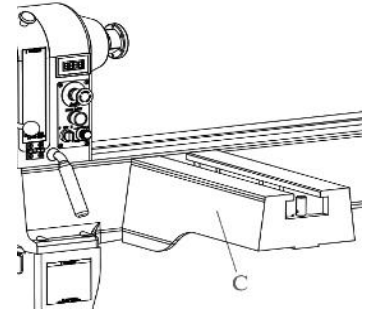

Рисунок 12.
- на передней край основания станка, для удобства работы с подручником C (рис. 12).